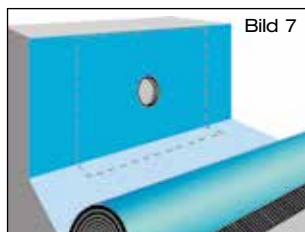
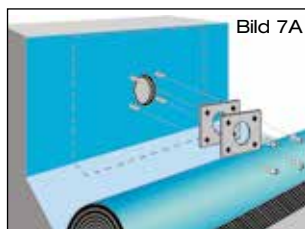

Bild 7
Bild 7A
Oberseite der Anschlussmanschette durch Erhitzen verflüssigen (Schweißverfahren). Dampfsperrbahn passgenau über den Schiebeflansch mit Anschlussmanschette im flüssigen Heißbitumen ausrollen, anschließend gleichmäßig andrücken bzw. anrollen (Bild 7 bzw. Bild 7A).
1.9 Bei Verwendung von Dampfsperrbahn aus **Kunststoff** bei Ausführung DN 50 Kompressionsdichtung über Dampfsperrbahn anbringen und mit Losflansch und beiliegenden Muttern verklemmen (Bild 7A). Beiliegende Muttern mit Steck- oder Ringschlüssel SW 17 gegenüberliegend anziehen.